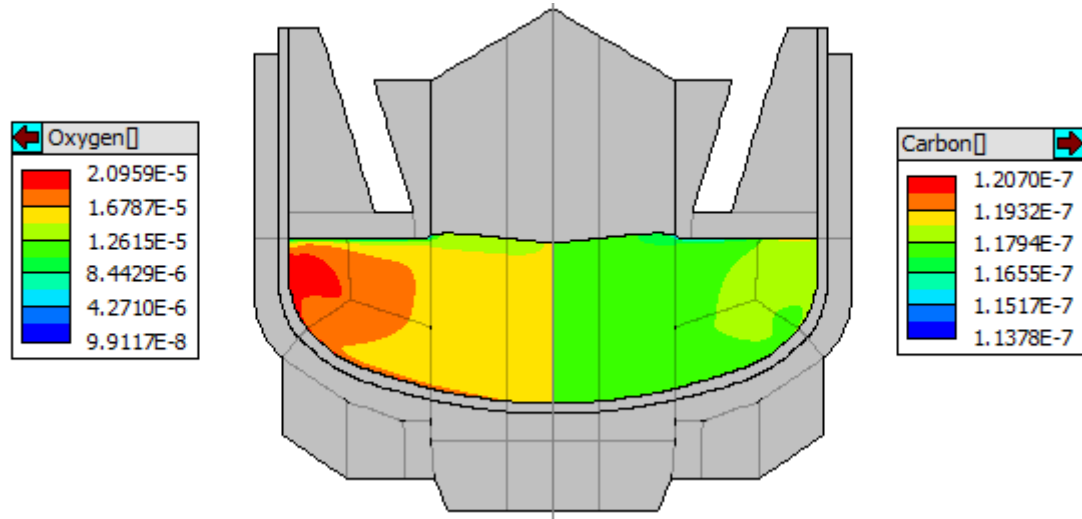

図 9. Flow Module で計算された 酸素の質量分率 (左)、炭素の質量分率 (右)
- Basic Module の化学反応計算結果のインポート機能 (図 9)